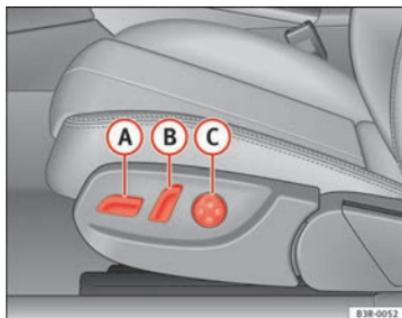
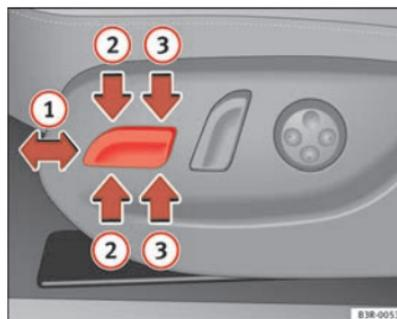

Fig. 106 Siège avant :
Fig. 107 Siège avant :
- Repoussez la commande **A** ⇒ fig. 106 vers l'avant ou vers l'arrière **1** ⇒ fig. 107 ⇒ **!**.